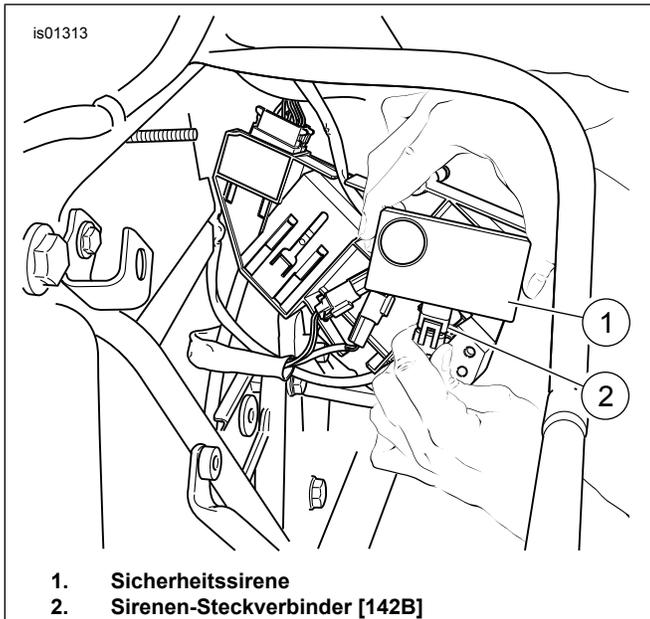

Abbildung 12. Sirenen-Steckverbinder einführen (FL Touring-Modelle von 2002 bis 2007)
- Siehe Abbildung 12. Den Steckverbinder [142B] (2) der Sicherheitssirene in die Steckerbuchse des Sirenenkastens schieben, bis der Steckverbinder sicher einrastet.